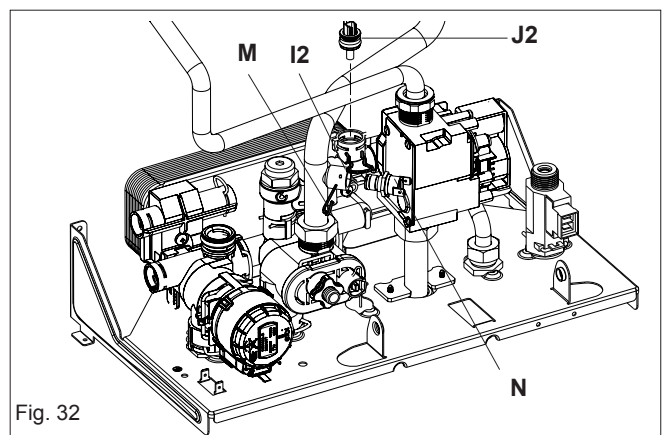

Fig. 32
6.8 WATER PRESSURE SWITCH (fig. 32)
6.20.4 DHW THERMISTOR (fig. 32)